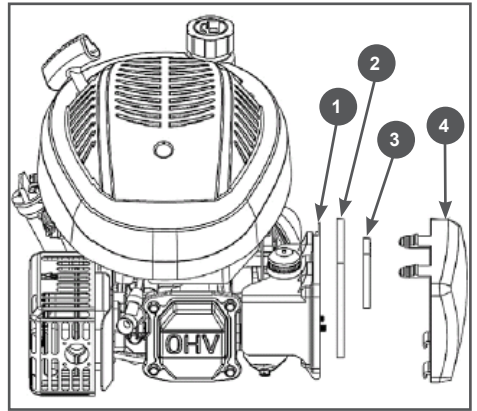

Рис. 11 Обслуживание воздушного фильтра
1. Снимите крышку воздушного фильтра 4 (Рис. 11).
4. При незначительном загрязнении промойте поролоновые фильтрующие элементы 2,3 (Рис. 11) теплым мыльным раствором и просушите. Поврежденный или сильно загрязненный поролоновый фильтрующий элемент замените.